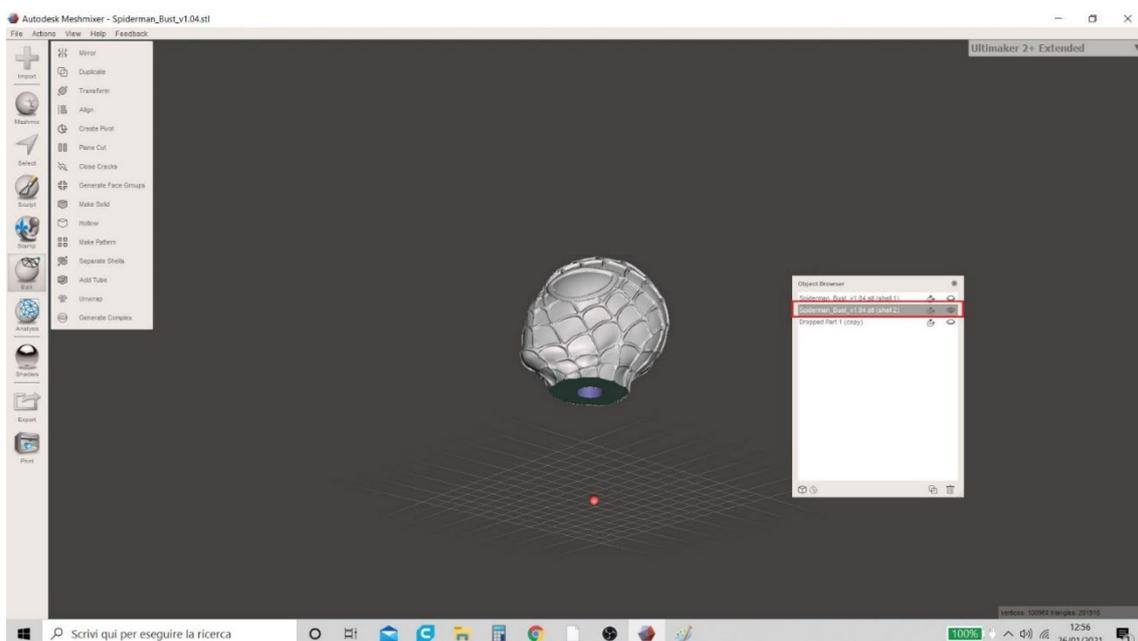

Figura 22 Meshmixer
15. La procedura per la creazione del foro nel modello "Shell 2" è terminata. Nella tabella che riassume i modelli nell'area di lavoro, l'utente ora vede 3 e non più 4 (come prima, la "Boolean Difference" combinava le due parti "Shell 2" e "Drop Part 1 (copia 1)" creando un unico modello - Figura 22 Meshmixer).